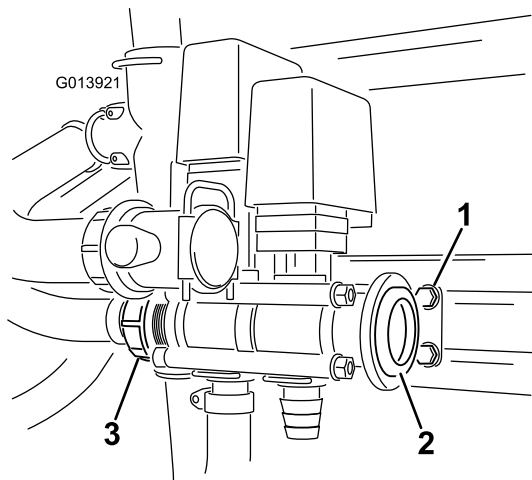

Figura 7
Nota: Certifique-se de que o suporte está livre para se ajustar à medida que as válvulas se ajustam (Figura 7). O aperto máximo é de 271–339 Ncm.
19. Insira a junta no adaptador e coloque o grampo do parafuso sem fim desapertado sobre o corpo do adaptador (Figura 7).